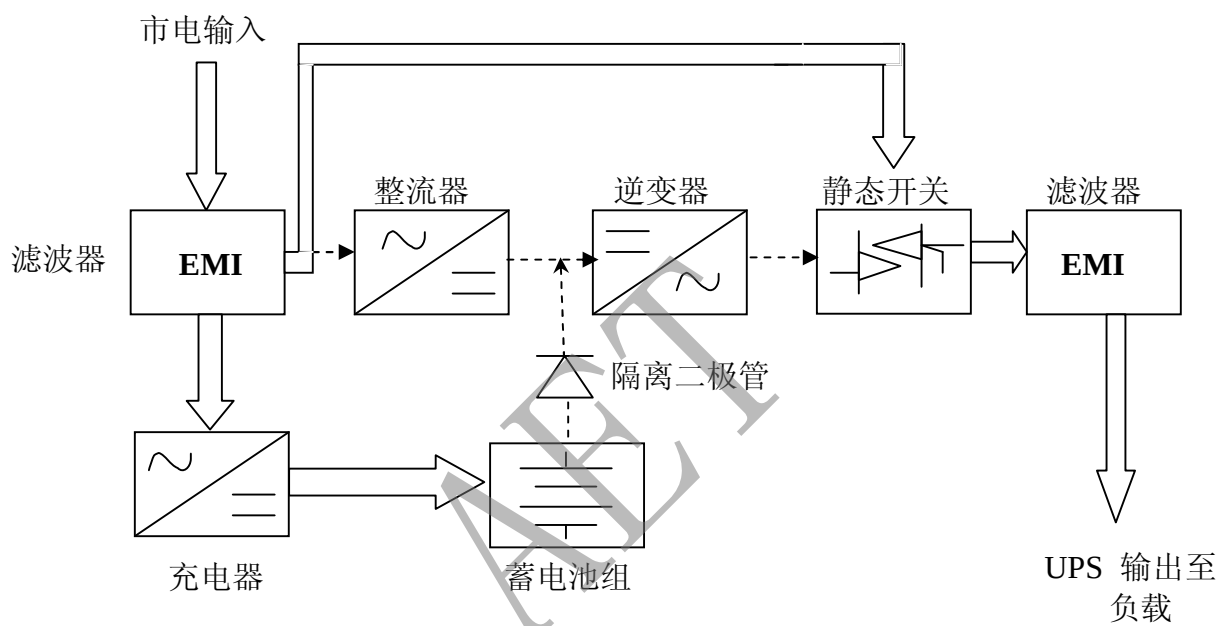

图 2.3 旁路状态工作流程图
1.3.2 旁路状态工作原理流程图如图 2.3 所示，当出现以上情况时，输入市电经过滤波器后，不再通过逆变器转换，而是直接送到静态开关，经切换后再送到滤波器滤波后输出。在旁路状态时，市电亦能对电池充电。